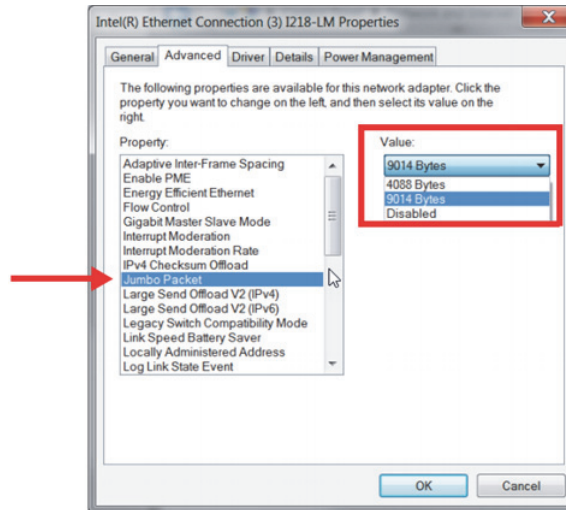

Figure 7-2 Réglage du paquet Jumbo
- Dans l'onglet **Advanced** (Avancé), sous **Properties** (Propriétés), sélectionnez **Jumbo Packet** (Paquet Jumbo) ou **Jumbo Frames** (Trames Jumbo), puis sous **Value** (Valeur), changez la valeur pour **9014 Bytes**. (Figure 7-2 à la page 75).